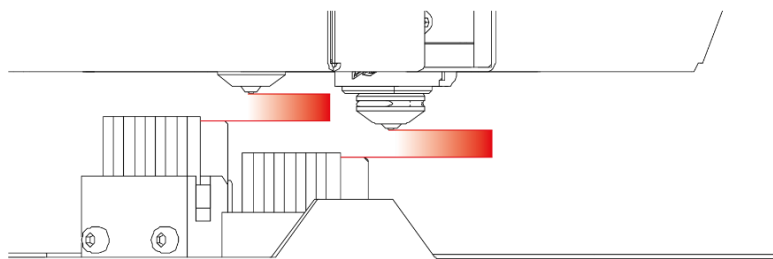

Рис. 14. Планки очистной станции неправильно отрегулированы относительно сопел в модуле - расстояние слишком большое
1. Расстояние между соплом и планкой станции слишком велико - планка вообще не касается сопла (рис. 14).
- в случае, показанном на рис. 14, поднять очистную станцию;